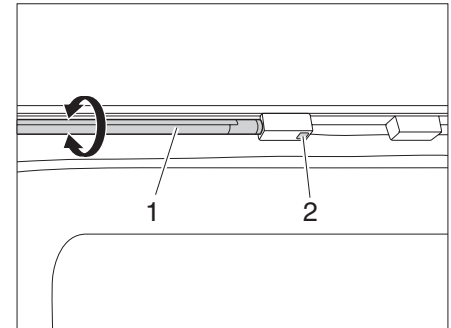

Bild 45 LED-ljuslist
- Slå på/av LED-ljuslisterna (Bild 45,1) på brytaren (Bild 45,2).
- Ta tag i LED-ljuslisten (Bild 45,1) i armaturen och vrid.